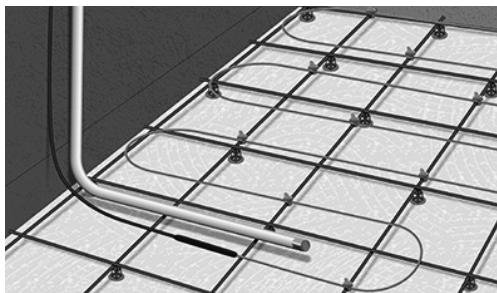

Fig. 6. Placerar röret/givaren mellan två kablar
7. Installera ett tomt rör för golvgivaren. Se till att det tomma rörets ände ligger på samma nivå som värmekabeln och mellan två kabelslingor, ca 50 cm från väggen. Försegla det tomma rörets ände (Fig. 6).